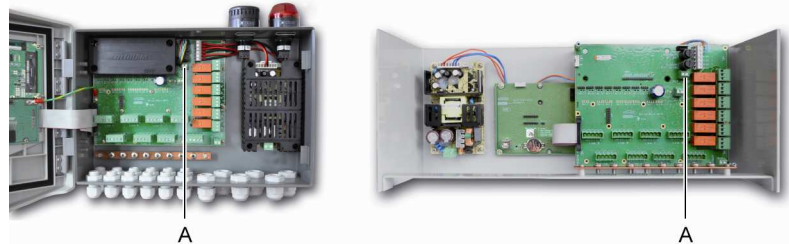

Abbildung 27: Anschluss der externen 24 V DC-Versorgung
Schließen Sie die 24 V-Versorgung an die Anschlussklemmen entsprechend Abbildung 27 (A) an. Achten Sie hierbei auf die korrekte Polarität der Versorgung. Der Eingang der Gleichstrom-Versorgung ist über die Sicherung F1 geschützt.